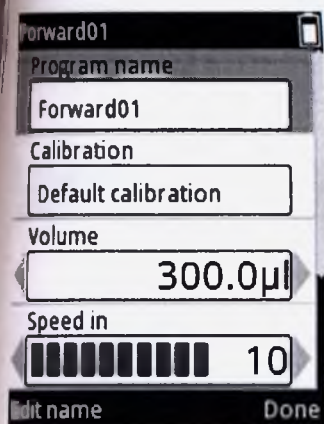

Рисунок D31.
4. Новой программе присваивается имя по умолчанию, которое можно отредактировать. Путем прокрутки перейдите к **Program name** (Имя программы) и нажмите клавишу (Edit name) (Отредактировать имя) (Рисунок D31). Чтобы добавить текст, см. раздел D.3.1.1, где описано, как пользоваться виртуальной клавиатурой, чтобы изменить имя. Нажмите клавишу (Done) (Готово), когда изменения выполнены.